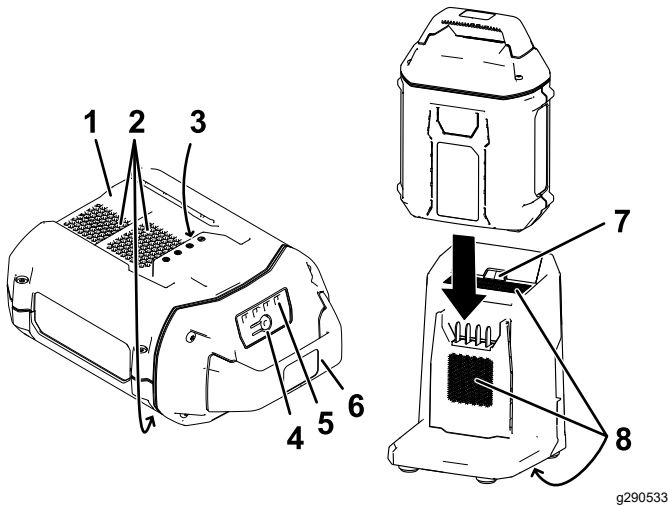

Figure 21
2. Placez le crœux de la batterie (Figure 21) en face de la languette du chargeur.
3. Glissez la batterie dans le chargeur jusqu'à ce qu'elle soit complètement enclenchée (Figure 21).